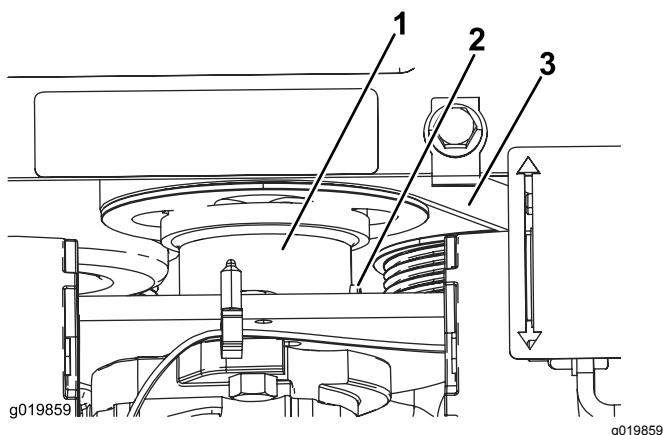

Figura 53
5. Allentate la vite di fermo sull'accoppiatore della trasmissione della pompa (Figura 53).